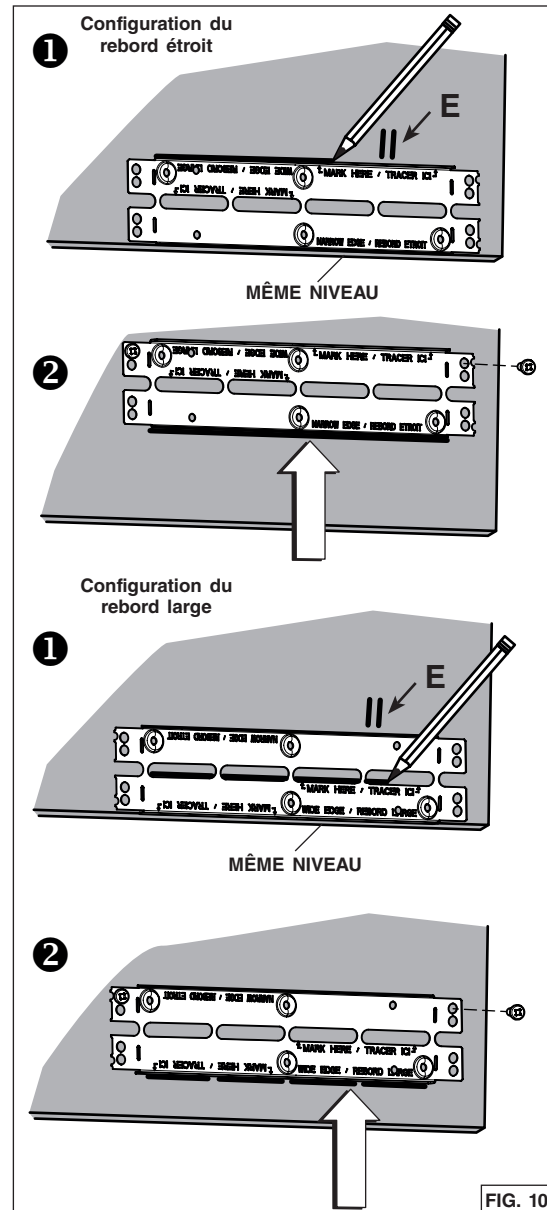

FIG. 10
- Repérer l'emplacement des crochets *Ease of Install* sur l'appareil (distance donnée à partir du rebord avant, FIG. 9). Mesurer et marquer, sur les deux côtés de l'armoire, l'emplacement des crochets *Ease of Install* (illustré en **E** dans la FIG. 10 en page suivante)
6. Installer les supports d'armoire comme suit (FIG. 10):
- ❶ Placer le support au même niveau que le bas du panneau droit de l'armoire, en centrant la marque de l'emplacement des crochets (**E**) entre les trous en relief inférieurs. Pour la configuration du rebord étroit, tracer une ligne sur le dessus du support. Pour la configuration du rebord large, tracer une ligne à la base des fentes centrales.
- ❷ Monter le support au même niveau que la ligne tracée. Fixer le support au panneau de côté de l'armoire à l'aide de 2 vis à bois n° 8 x 5/8 po (incluses dans le sac de pièces) dans les trous supérieurs.